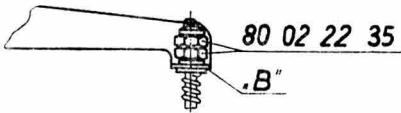

Abb. 9
- Einstellung der Stretchnaht erfolgt am Justierpunkt „B“ (Abb. 9).